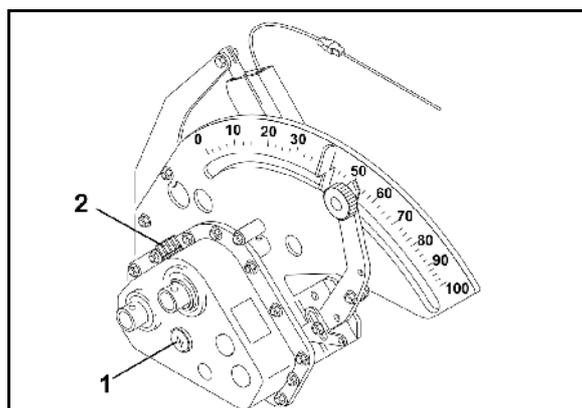

Fig. 42
2. Le niveau d'huile doit être visible au niveau du regard (Fig. 42/1).
6. Remplissez le boîtier Vario par le manchon de remplissage d'huile (Fig. 42/2) jusqu'au niveau du regard (Fig. 42/1).
7. Bien refermer le manchon de remplissage d'huile avec le bouchon après le remplissage (Fig. 42/2).